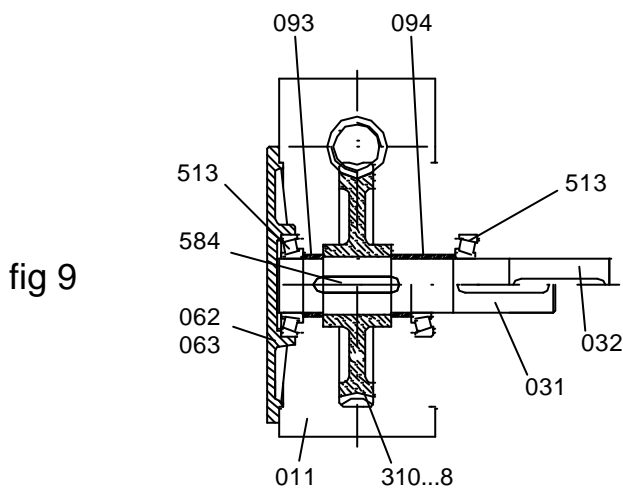

fig 9
3 - Luego fijar todo el subconjunto de salida junto con la tapa lateral (062...3) en el cuerpo (011) previa colocación de sellajuntas. (fig 9).